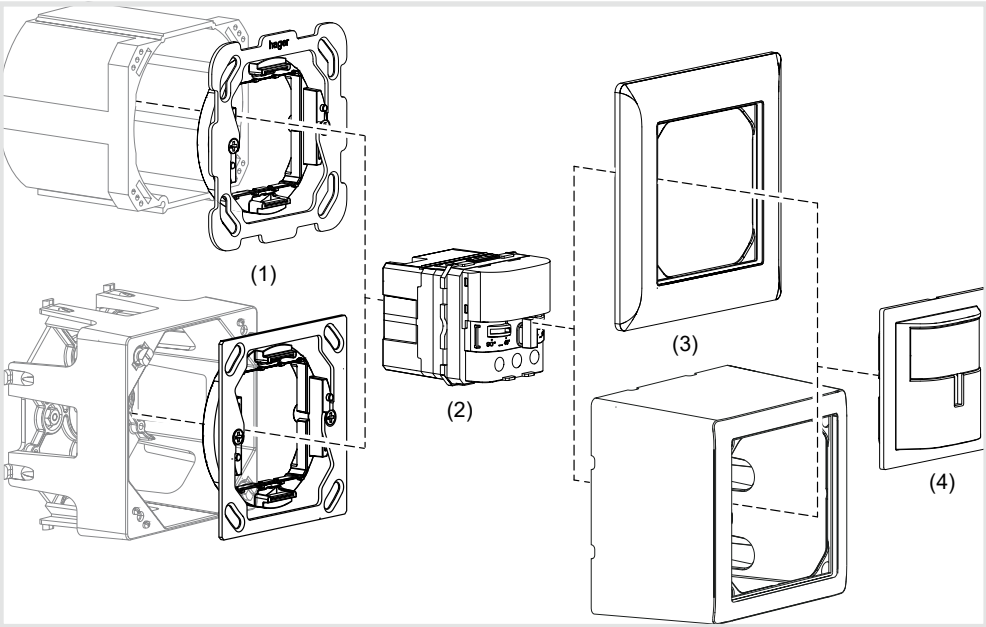

Figura 1: Struttura apparecchio
Struttura apparecchio (figura 1)
- Eseguire il montaggio secondo la struttura apparecchio (figura 1).